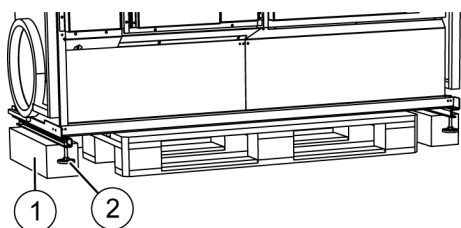

Abb. 25: Holzbalken
- 6.** ➔ Die 2 mitgelieferten Holzbalken (Abb. 25/1) an beiden Seiten zwischen den Stellfüßen (Abb. 25/2) platzieren.